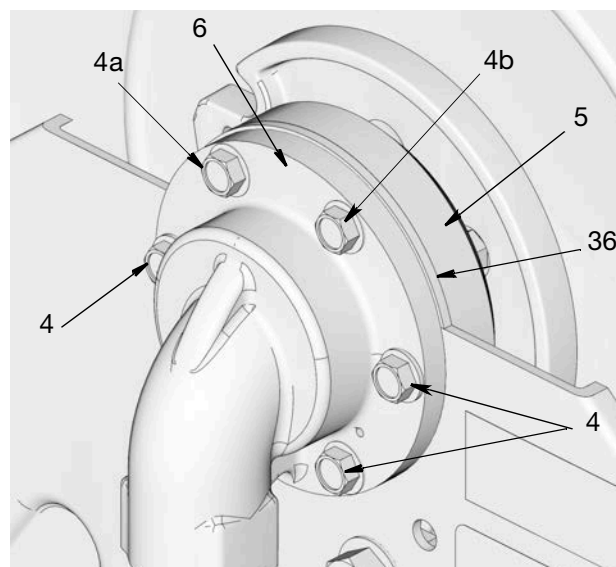

ABB. 24
9. Zunächst die 2 oberen Schrauben durch Rahmen und Einlass (6) einbauen, wie dargestellt in ABB. 24. Schrauben nur so festziehen, dass alle Teile in ihrer Position gehalten werden.
10. Dann verbleibende Schrauben (4) installieren. Handfest festziehen und dann alle Schrauben mit 33,9 bis 47,45 N•m (25 bis 35 ft-lbs) festziehen.